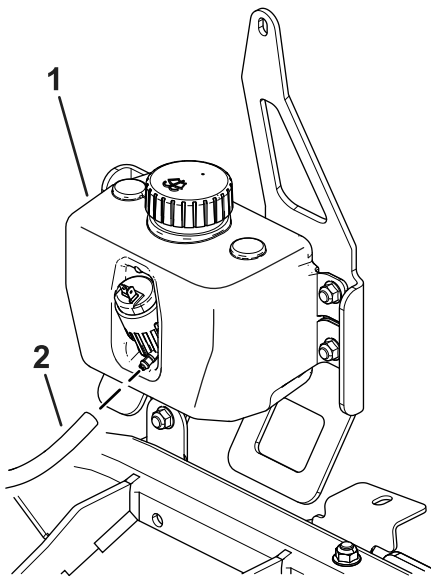

Figure 27
2. Installez le flexible sur le réservoir de liquide de lave-glace, comme montré à la Figure 27.